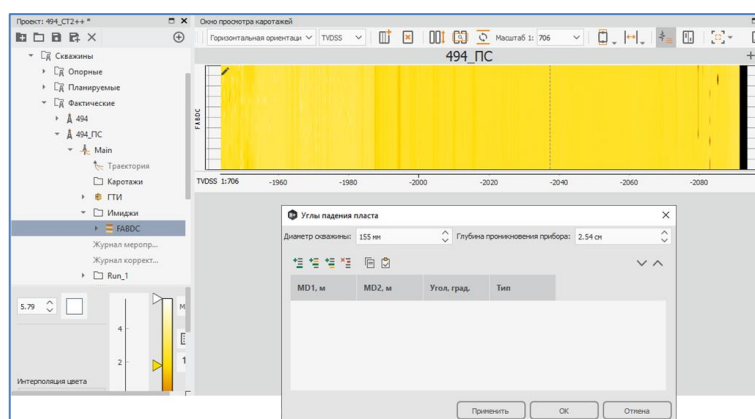

Рисунок 12. Имиджи в окне просмотра каротажей
- 2) Откройте таблицу «Углы падения пласта», дважды кликнув на объект «Углы падения пласта» в дереве проекта (Рисунок 12).